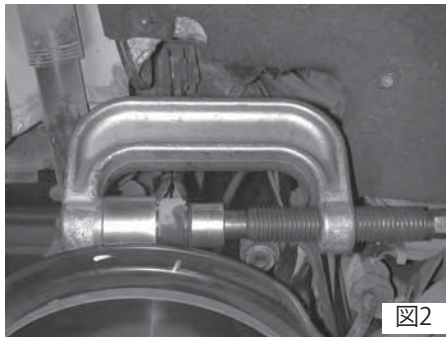

図2
6. SPC#72509のようなC型ボールジョイントプレスにSPC#75990 プレスツールアダプタを使います。一度にひとつの OUTER ブッシングを押し出します。(図2)